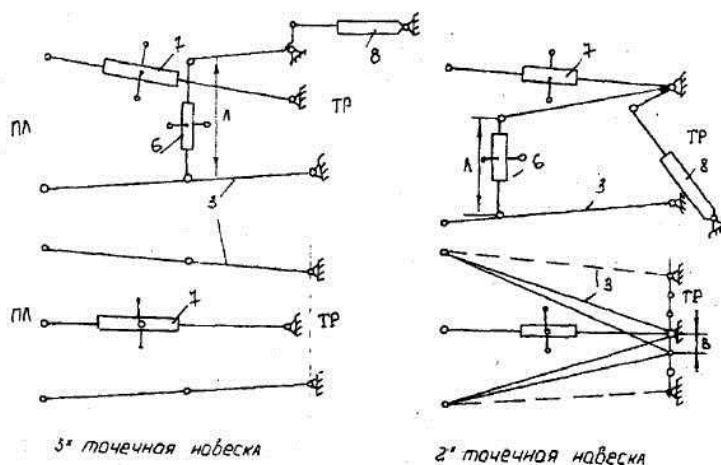

Рисунок 3 Схемы навесок тракторов: 3 —
3. Лабораторный практикум по с.-х. машинам. с. 16-25; (Рис. 3 с. 19; 7 с. 23; 5 б с. 13; 7 с. 23).